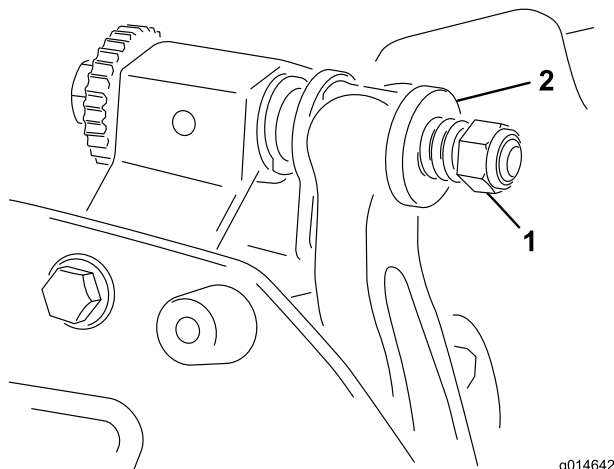

Bild 16
4. Ziehen Sie die Federspannungsmutter an, bis die Feder zusammengedrückt ist, drehen Sie sie dann eine 1/2 Umdrehung heraus (Bild 16).